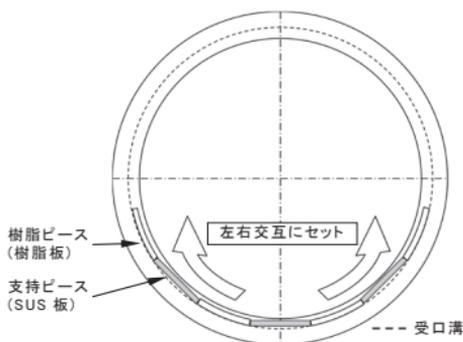

図 10 ロックリングサポータのセット②
- ③左右交互に順次、連結ピースおよび支持ピースをセットする (図10)。